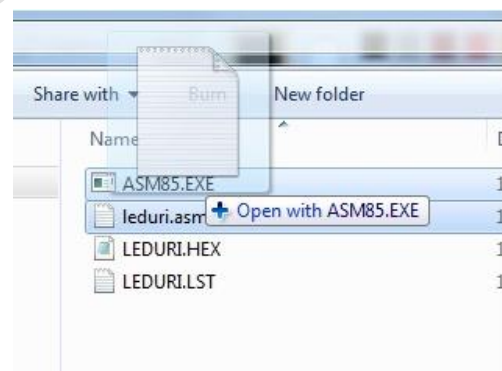
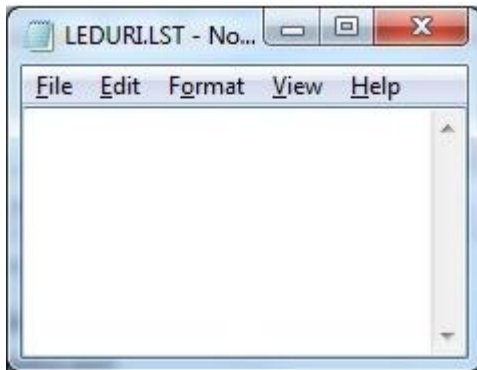
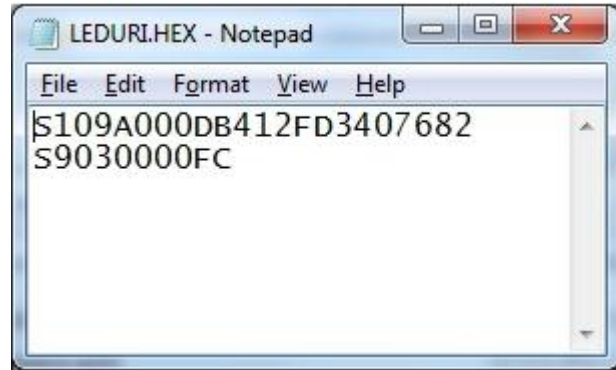

Figura 6. Execuția
Figura 7. Fișierul ce conține erorile
Figura 8. Fișierul leduri.hex generat
- 3.3. Să se creeze pe desktop un folder cu numele grupei **110xA/B**. În folderul respectiv să se copie executabilul **ASM85.exe**. Să se creeze un document text nou în care să se scrie următoarele instrucțiuni precizate în figura 8. Să se salveze documentul respectiv cu Save as, All files, cu numele **leduri.asm**. Apoi, folosind “drag and drop” să se execute fișierul **leduri.asm** în **ASM85.exe** similar ca în figura 6.
Se vor genera două noi fișiere ce pot fi observate în figura 6. Fișierul **leduri.lst** va conține lista cu erorile apărute la execuție. Dacă fișierul respectiv este gol ca în figura 7, atunci nu există nici o eroare. Fișierul **leduri.hex** va putea fi încărcat în memorie.